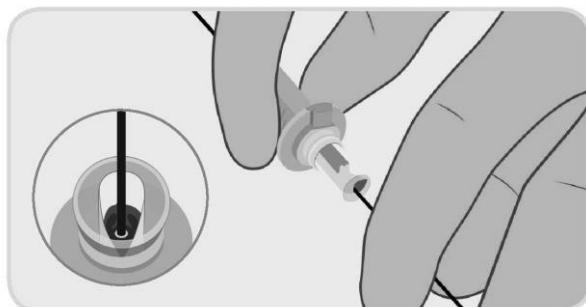

Figura 7. Carga del alambre guía en la cánula del dispositivo
- a. Use solución salina no heparinizada para lubricar el alambre guía durante la inserción. Inserte el alambre guía en el implante dentro de la cánula de carga, figura 7. Siga insertando el alambre guía hasta que sobresalga por la parte trasera del mango del dispositivo de cierre PerQseal+. Sostenga la vaina introductora PerQseal formando un ángulo bajo respecto al eje longitudinal de la arteria (p. ej., 20°) y mantenga la vaina introductora lo más recta posible, para evitar que se doble.
Nota 2: Durante la inserción, sujeté solamente la parte posterior de la cánula de carga como se indica en la figura 7.